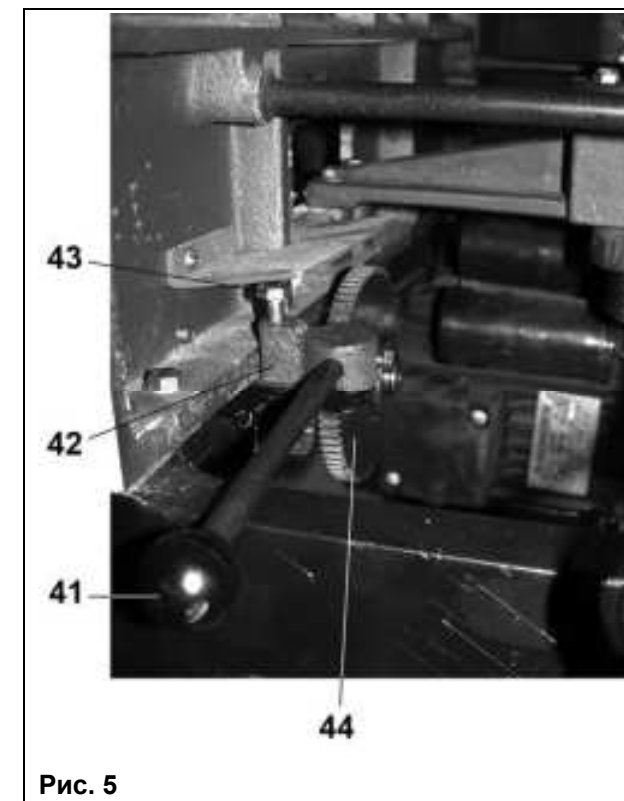
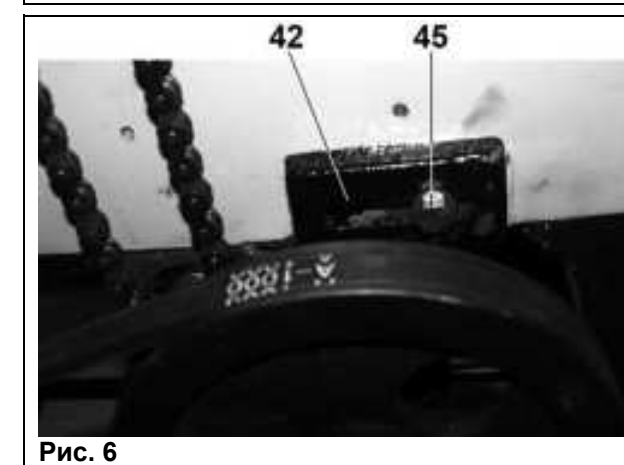

Рис. 5
Рис. 6
8.2.1. Как показано на Рис. 6, установите, и предварительно закрепите двумя установочными болтами (45) редуктор (42). Выведите из зацепления шестерню (44), для чего переместите ручку (41) по направлению к ближайшей боковой панели станка, положение зафиксируйте винтом фиксации (43), Рис. 5.